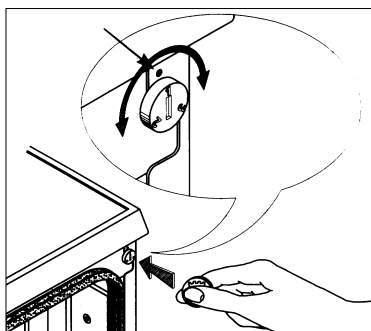

fig. 4a
- soit il se trouve dans l'angle en hatu à droite (fig. 4a),